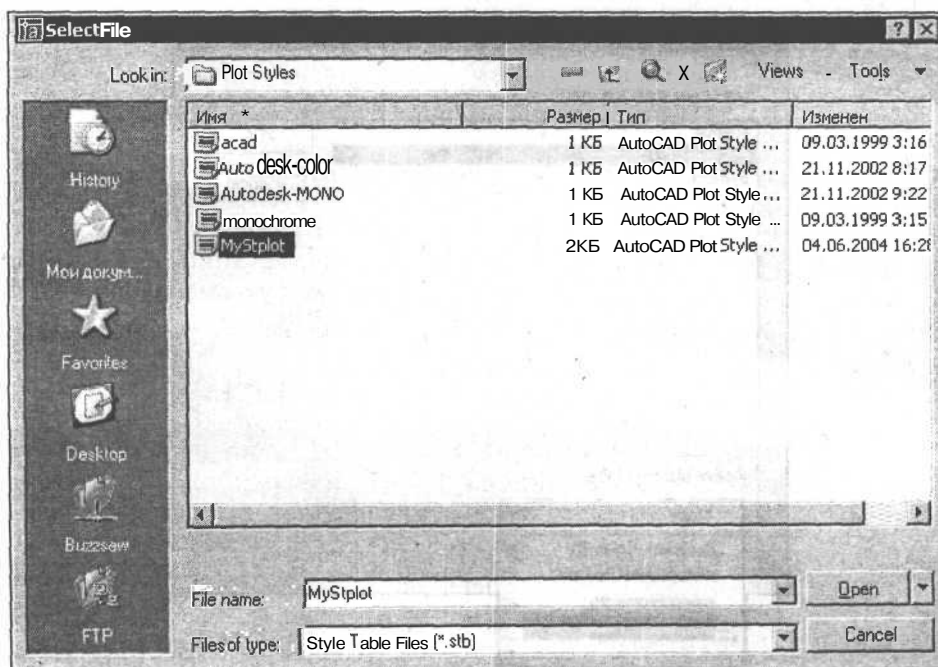

Рис. 19.8. Диалоговое окно для выбора файла с именованными стилями печати
- В появившемся диалоговом окне **Select File (Выбор файла)** (рис. 19.8) выберите папку и файл таблицы именованных стилей печати для его подключения к текущему чертежу, затем щелкните мышью на кнопке **Open (Открыть)**.